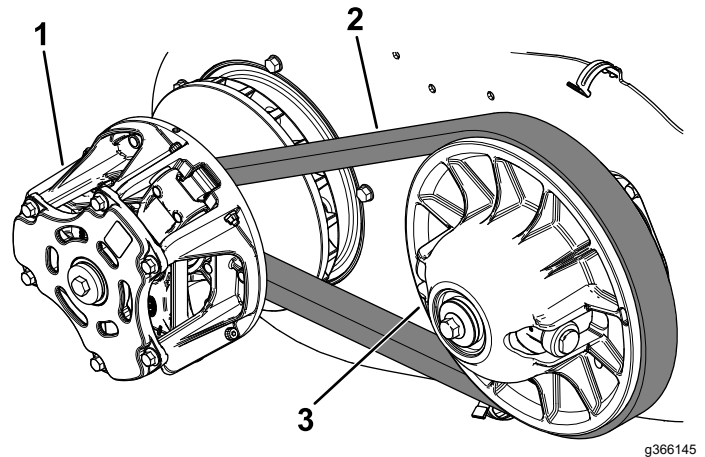

Figure 94
6. Faites tourner la courroie (Figure 94) et vérifiez qu'elle n'est pas excessivement usée ou endommagée.
7. Nettoyez soigneusement les embrayages à l'air comprimé (Figure 94).
6. Tirez sur le haut de la courroie pour écarter l'embrayage secondaire, puis faites tourner et acheminez la courroie par-dessus l'embrayage secondaire (Figure 94).
7. Enlevez la courroie de l'embrayage primaire (Figure 94).
8. Alignez la courroie neuve sur l'embrayage principal (Figure 94).
9. Faites tourner la courroie et faites-la passer sur l'embrayage secondaire (Figure 94).